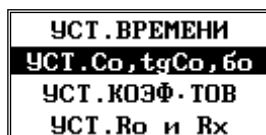

Рисунок 36
6.4.4.8 Пункт «УСТАНОВКА C_0 , tgC_0 , ϕ_0 » (рисунок 36) позволяет проконтролировать и устанавливать параметры эталонной емкости и углов сдвига фаз. При этом, обозначение tgC_0 подразумевает именно тангенс угла потерь образцового конденсатора, ϕ_0 – поправку углов сдвига фаз « δ_0 » и « δX_0 » для внешних цепей.